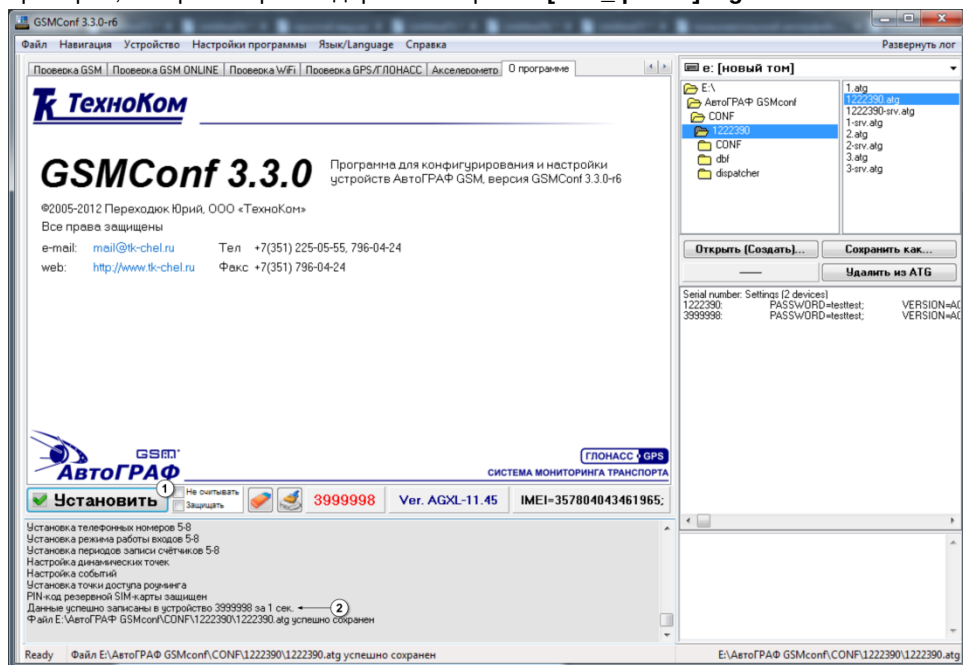

Рис.57 – Запись настроек в прибор.
1. Кнопка **«Установить»** - кнопка позволяет записать настройки в подключенный прибор. При успешной записи настроек высветится значок  и появится строка об успешной записи в окне состояния (рис.57, п.2).